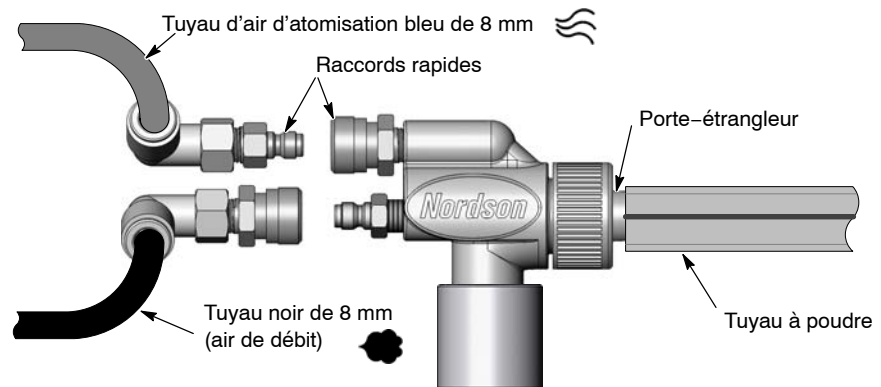

Fig. 2-8 Montage de la pompe
1. Insérer le tuyau bleu à air d'atomisation et le tuyau noir à air de circulation dans les raccords tubulaires de la pompe comme illustré dans la figure 2-8.